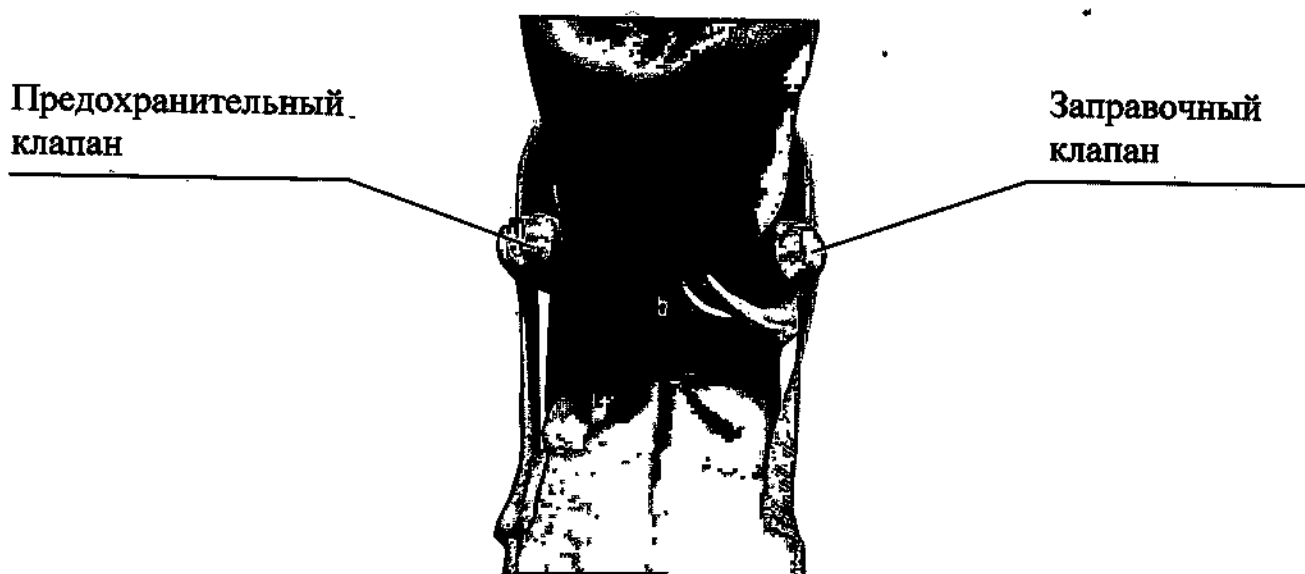

Рисунок 5 – Блок дыхательный
2.7.2.1 Вручную отвернуть заглушку с заправочного клапана на блоке дыхательном (Рисунок 5).